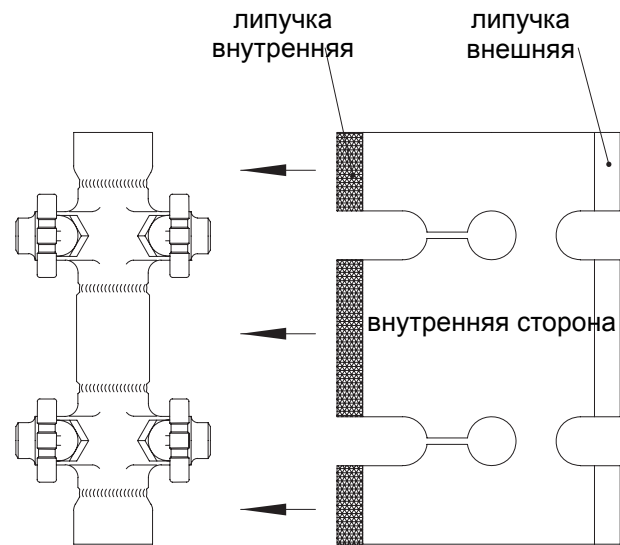

рис. 6: базовая изоляция
- Если CODI® уже установлен на несущей конструкции вставьте базовую изоляцию (рис. 6) между корпусом (поз. 1) и несущей конструкцией.